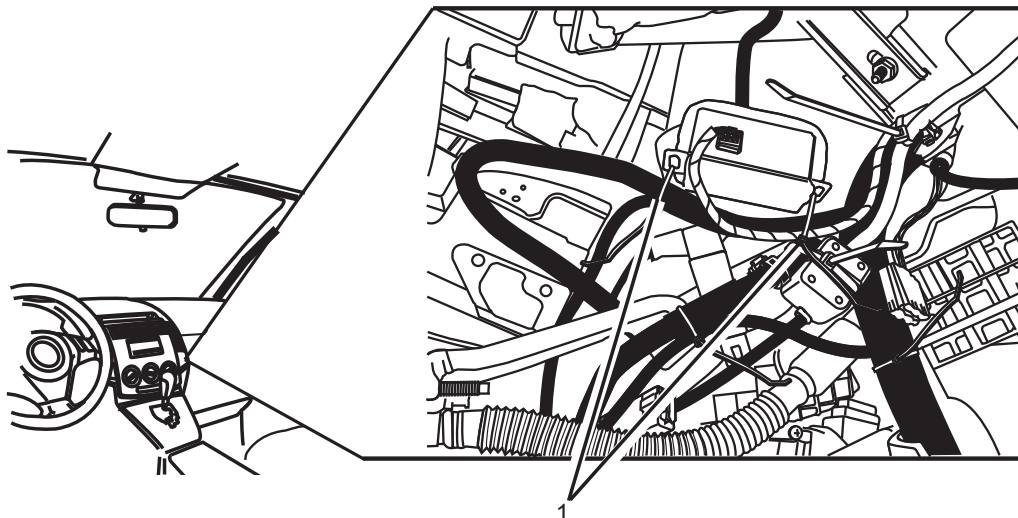

FIGURE 69
- 3.) SECURE THE AUDIO INTERFACE RELAY IN THE GLOVE BOX AREA USING 2 WIRE TIES (1). (SEE FIGURE 69)